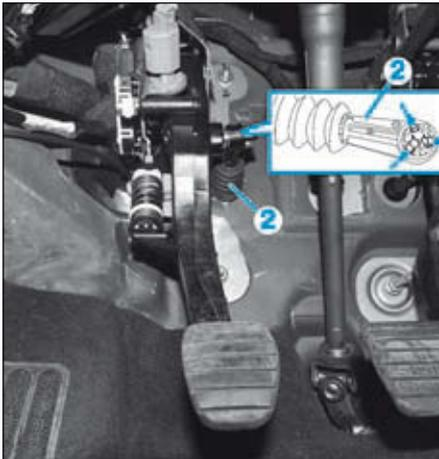

FIG.6
- Dégrafer la rotule (2) de l'émetteur de la pédale d'embrayage dans l'habitacle (Fig.6).